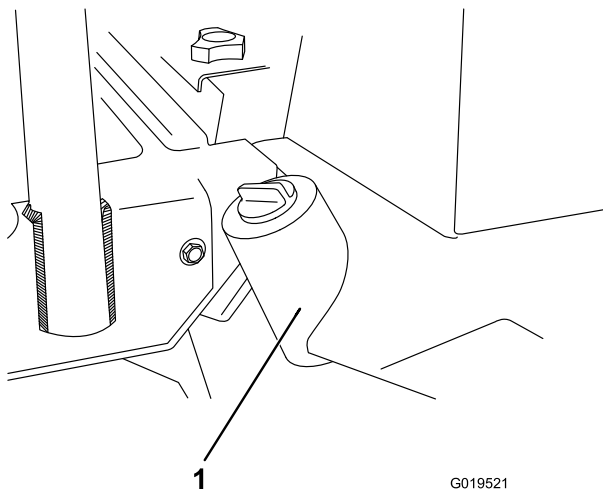

Figura 77
2. Rimuovete il tappo di spurgo dalla base del serbatoio (Figura 77) e lasciate defluire il fluido idraulico in una bacinella. Quando il fluido idraulico cessa di defluire, montate il tappo e serratelo.